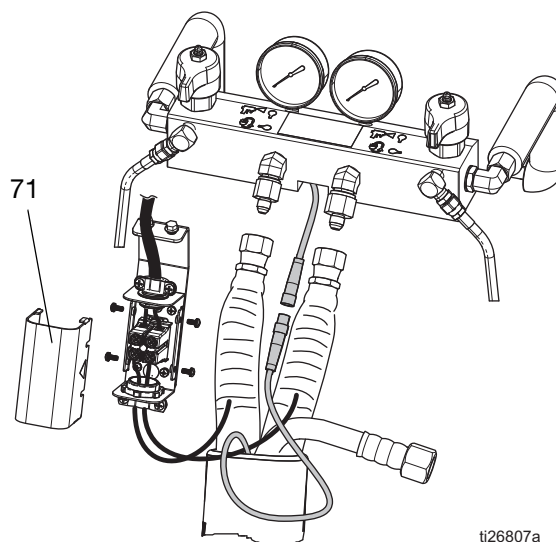

図 71: 加熱ホース電気ジャンクションボックス
2. カバー (71) を外します。図 71 を参照してください。
3. システムワイヤ (139) をプロポーションナーから取り外します。
4. ターミナルブロック (AS) からホースワイヤ (HW) を外します。